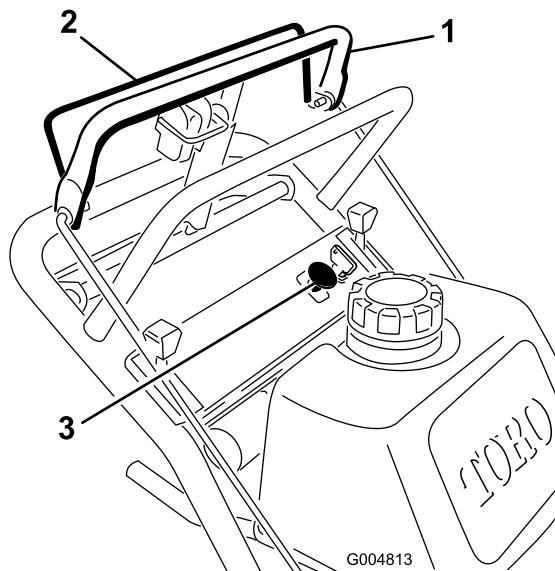

Figura 17
- Libere la barra de control superior para parar la máquina (Figura 17).
- Para engranar la cuchilla, apriete la barra de control de las cuchillas contra la barra de control superior (Figura 17).
Suelte la barra de control de las cuchillas para desengranar las cuchillas (Figura 17).